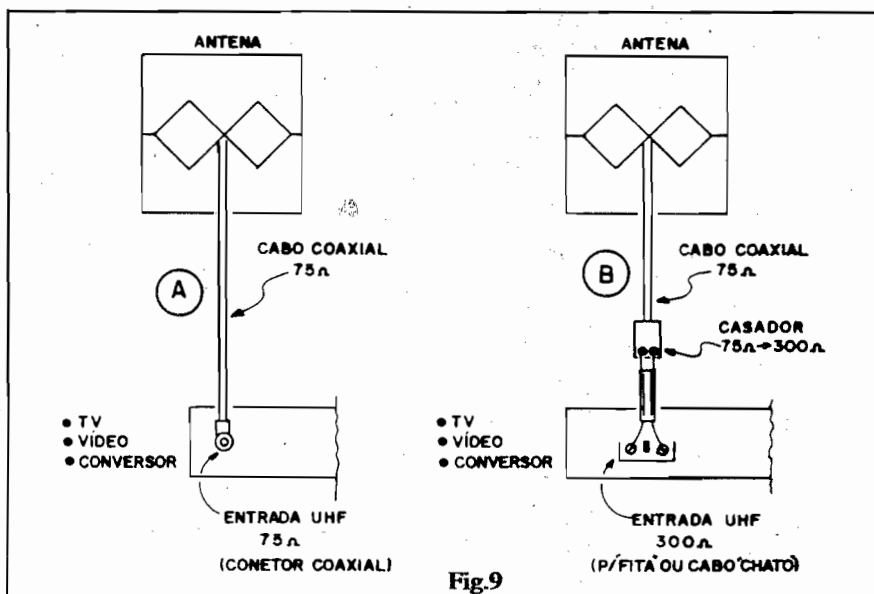
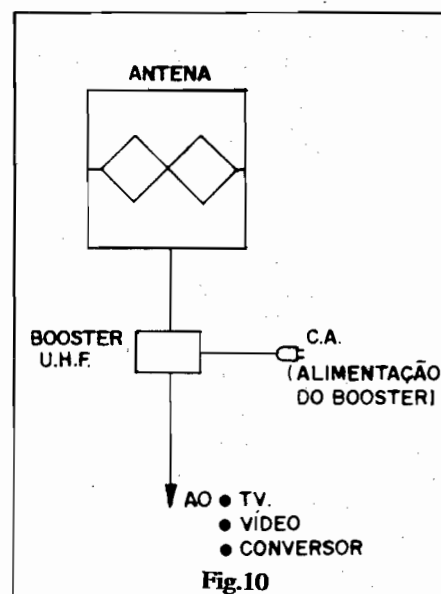

Fig.9
Fig.10
- **FIG. 9** - Adequação do cabo de descida. A chamada **impedância de saída** da nossa antena situa-se entre 60 e 80 ohms, o que exige sua conexão ao sistema de recepção via cabo coaxial (redondo) de 75 ohms. A figura dá as "dicas" de como fazer a ligação, em dois casos básicos: 9-A mostra um aparelho de TV, vídeo ou conversor, cuja **entrada de antena** apresenta 75 ohms de impedância (conector coaxial), caso em que a ligação pode ser direta. Em 9-B, contudo, o primeiro módulo usado na recepção (televisor, vídeo ou conversor) tem sua **entrada de antena** com impedância de 300 ohms (par de parafusos, para conexão de "fita" de 300 ohms). Nessa situação é exigido o uso de um **casador** (75-300 ohms) que deve fisicamente estar **junto ao aparelho** (e não junto à antena). Em qualquer caso, a **descida** deve ser feita em cabo coaxial redondo, 75 ohms, de boa qualidade. **IMPOR-TANTE:** nunca se deve usar cabo "demais"; o comprimento deve ser o estritamente necessário, evitando-se dobras, ângulos ou "rolos" de cabo pelo caminho, entre a antena e o primeiro módulo de recepção... Quanto mais direto o percurso, melhor para a recepção.
- FIG. 10 - Dentro dos alcances e condições normais de recepção, nossa antena dará resultados bons, porém, em casos extremos (quanto à distância da estação), poderá ser necessária a inclusão de um "reforçador" de sinal entre a antena e o receptor. Esse "reforçador" é encontrado no comércio especializado, sob o nome de BOOSTER DE UHF. Esse dispositivo de amplificação deve situar-se fisicamente próximo da antena, de modo que o cabo de descida já seja percorrido pelo sinal "reforçado". Os BOOSTERS contêm circuitos e necessitam de alimentação que tanto pode ser puxada da C.A. local, via "rabicho" e tomada, quanto "levada" ao "reforçador" através do próprio cabo de descida (as instruções estão sempre nos folhetos que acompanham o dispositivo, desde que seja de boa procedência...). Lembrar sempre: se a entrada de antena do BOOSTER for de 75 ohms (coaxial), o cabo pode ser ligado diretamente, caso contrário (entrada de 300 ohms) deverá ser intercalado um CASADOR 75-300 (ver fig. 9).
- **14-B** - O receptor é apenas para VHF, mas está conjugado a um vídeo-cassete. Nesse caso, a interligação é mais simples e direta: o cabo que vem da antena de VHF (como já estava, certamente...) deve ser ligado à entrada VHF "IN" do VCR. O cabo que vem da antena de UHF deve ser ligado (eventualmente via "casador 75-300" - ver fig. 9-B) à entrada UHF "IN" do VCR. A ligação original entre o VCR e a TV pode ficar como está (cabo entre a "saída de RF" ou VHF "OUT" do VCR e a entrada normal da antena do receptor de TV). Nesse caso, o seletor da TV deve ficar, **sempre** no canal 3 ou 4 (dependendo do ponto "vago" existente na sua região ou cidade, condicionado pelo chaveamento feito no VCR para tal escolha...), e **toda** a sintonia, seja em VHF, seja em UHF, deve ser feita **exclusi-**